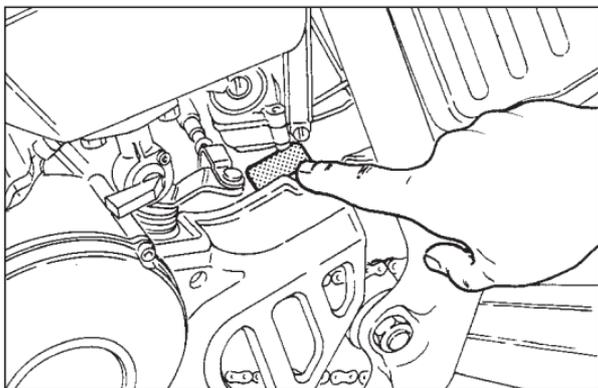

Fig. 43
### NUMERO DU MOTEUR (Fig. 43)
Si la mesure n'est pas respectée, agir sur la vis de réglage du levier de commande (1) ou sur la vis de réglage située sur le carter moteur (Fig. 43).